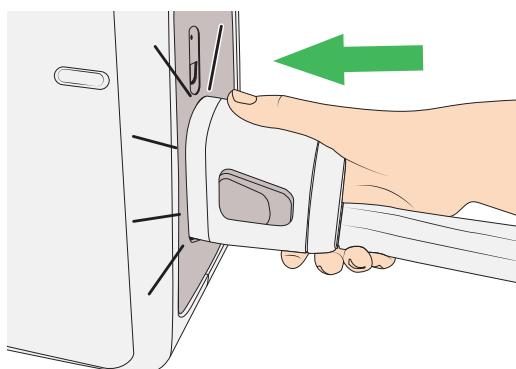

Figura 36
- Conecte el set de tubos al compresor Auralis y asegúrese de que oye el chasquido que confirma su correcto acoplamiento (consulte la figura 36).